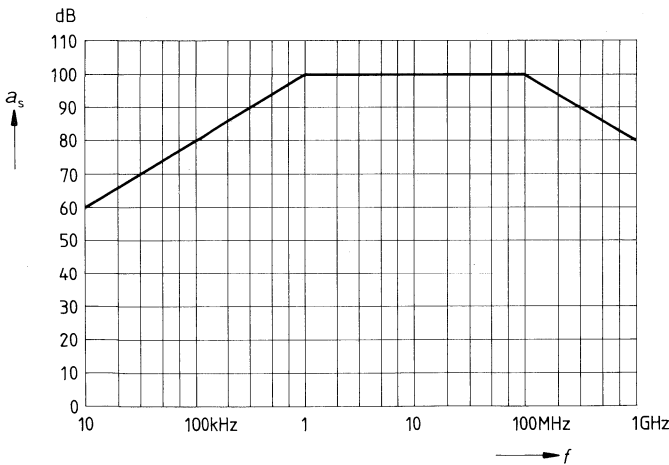
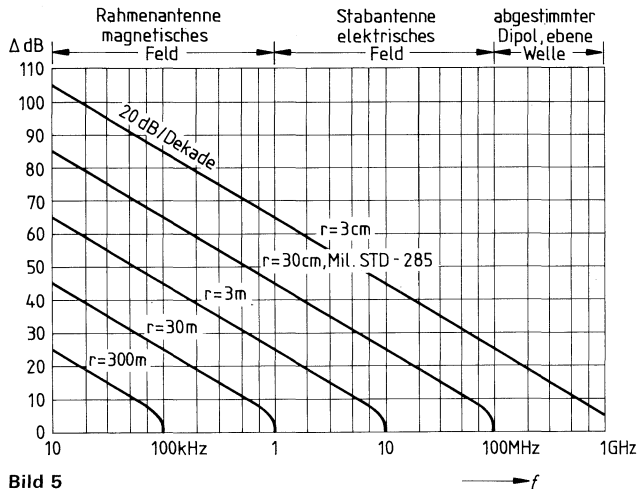

Bild 4
Bild 5
Die Festlegung von Schirmdämpfungswerten nach NEMP-Gesichtspunkten ist in nationalen und internationalen Grenzen noch in der Diskussion, doch dürften sich Werte herauskristallisieren, wie sie auf Bild 4 dargestellt sind.
Die Schirmdämpfung gegenüber ebener Wellen ist aufgrund der unterschiedlichen Feldimpedanzen wesentlich höher als gegenüber magnetischen Nahfeldern, so wie sie z. B. bei der Messung nach MIL-STD-285 erzeugt werden. Nach R. L. Monroe (1) dürfen deshalb die nach MIL-STD-285 ermittelten Schirmdämpfungswerte korrigiert werden. Bild 5 gibt die Korrekturwerte in dB in Abhängigkeit der Frequenz und des Meßabstandes wieder.
Ebenfalls eingezeichnet ist das durch Schirmung reduzierte Betragsspektrum des Exo-NEMP. Es sind zwei Kurven mit dazwischenliegenden schraffiertem Bereich dargestellt. Die höheren Werte ergeben sich durch Abzug der NEMP-geforderten Schirmdämpfungswerte nach Bild 4; die niedrigen Werte berücksichtigen noch zusätzlich die für ebene Wellen zulässige Korrektur nach Bild 5.